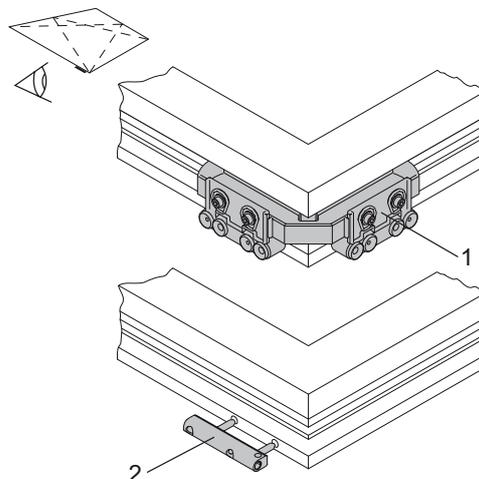

Рис. 10: Петля на створке FL.KA
19. Монтаж петли на створке FL.KA (Рис. 10):
- Установить шаблон LE.B.FL.K (1) и просверлить под петлевые штифты два отверстия 6 мм глубиной 20 мм.
- Установить петлю на створке FL.KA (2) и закрепить шурупами от 3,9 до 4,2 мм. Длина шурупа должна быть минимум 35 мм.